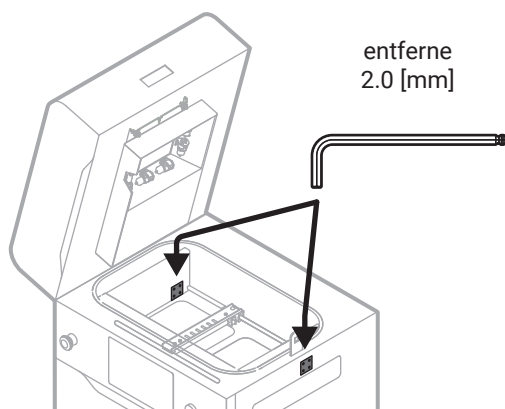

Abb. 3 Entfernen von der Schraube des Recoater-Kordels.
8. Indem Du den 2 mm Inbusschlüssel verwendest, entferne beide Schrauben an beiden Seiten der Montageplatte des Recoater Cords (Abb. 3).